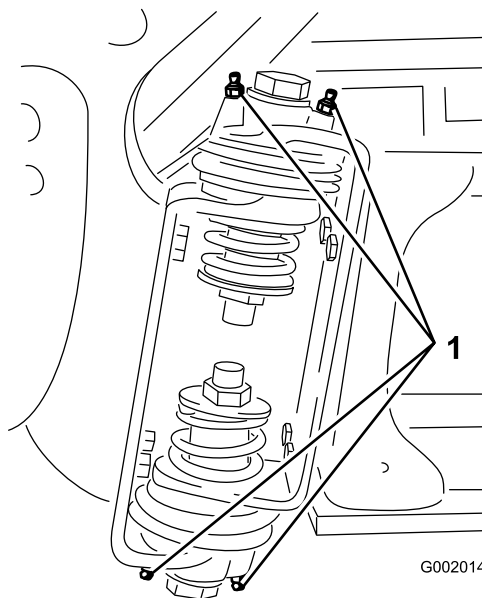

Figura 106
2. Bombee grasa en el cojinete o casquillo de cada punto de engrase (Figura 106).